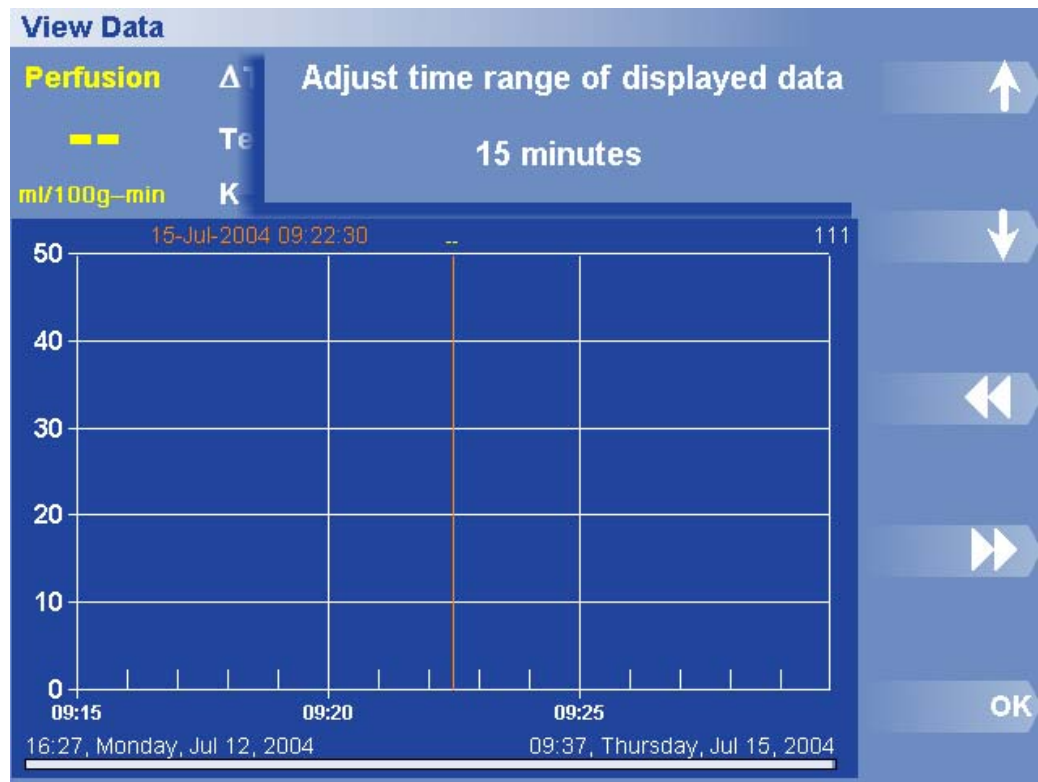

Figure 33. Boîte de dialogue et menu Définir une plage de temps
2. Cliquez sur Set Time Range (Définir une plage de temps). La boîte de dialogue Plage de temps apparaît (figure 33).